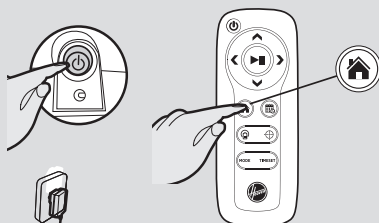

Fig. 4
Tænd for støvsugerrobotten med tænd/sluk knappen i bunden (1). **[Fig. 4]** Placer den foran opladningsstationen.